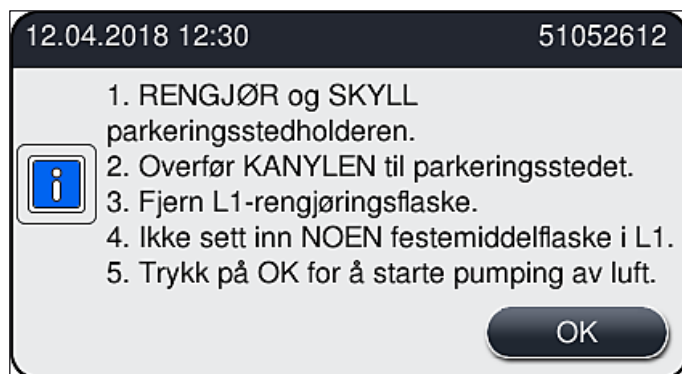

Fig. 105
4. Vær oppmerksom på neste informasjonsmelding (→ Fig. 105) som inneholder anvisninger, og bekreft med knappen **OK**.